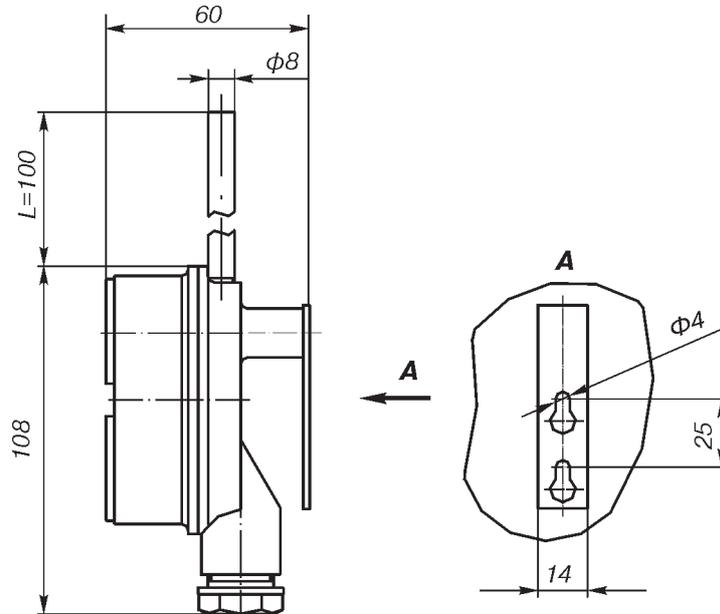

Рис.26.
Назначение: термопреобразователи сопротивления с унифицированным выходным сигналом ТСПУ Метран-276 по рис.26 предназначены для измерения температуры воздуха в помещениях различного назначения.
Для всех исполнений, кроме рис.26:
Для исполнений по рис.26:
26¹⁾ по рис.26 (только для ТСПУ Метран-276)
27¹⁾ по рис.26 (только для ТСПУ Метран-276-Exia)
5. Длина монтажной части, L, мм (табл. 4, 5, 6, 7, рис.26). Дополнительно для ТХАУ Метран-271 через знак "/" указывается длина наружной части, которое выбирается из ряда 120, 160, 200. Значение 120 выбрано по умолчанию, 160 и 200 дополнительно оговаривается при заказе (рис.1-8, 10-19, 24). Пример обозначения опции для ТХАУ Метран-271 "500/120".